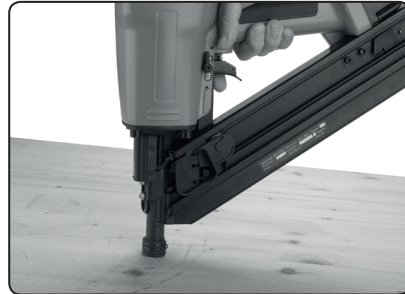

Abb. 18
- 1) Halten Sie das Nagelgerät am Griff und setzen Sie es mit der Sicherung auf die Arbeitsfläche auf (Abb.18).